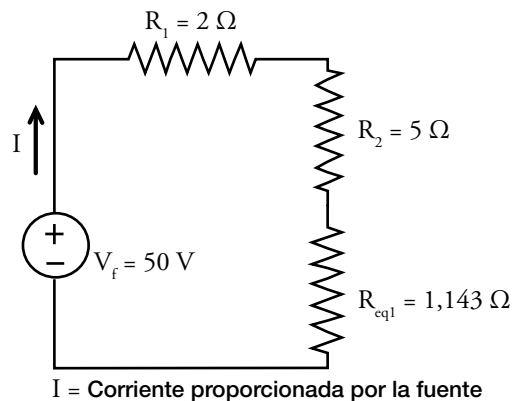

Figura 2.13. Circuito con la resistencia equivalente del paralelo de la figura 2.12.
- El circuito equivalente se muestra en la figura 2.13. En este circuito las resistencias  $R_1$ ,  $R_2$  y  $R_{eq1}$  se encuentran en serie. Calculamos la resistencia equivalente de este circuito, a la cual llamamos  $R_{eq2}$ , y da como resultado: